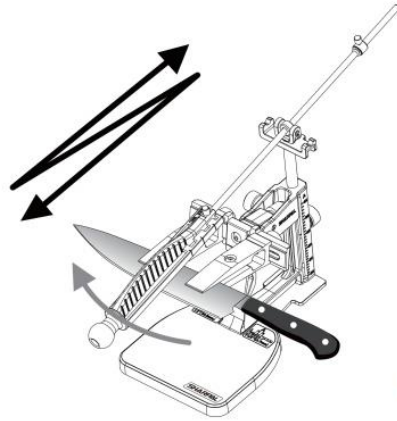

Fig. 14
2. Appliquez une pression légère avec des mouvements longs et réguliers, en commençant par la base de la lame. Faites glisser la plaque abrasive d'avant en arrière le long du tranchant jusqu'à la pointe. Arrêtez-vous à la pointe de la lame (Voir Fig. 14).